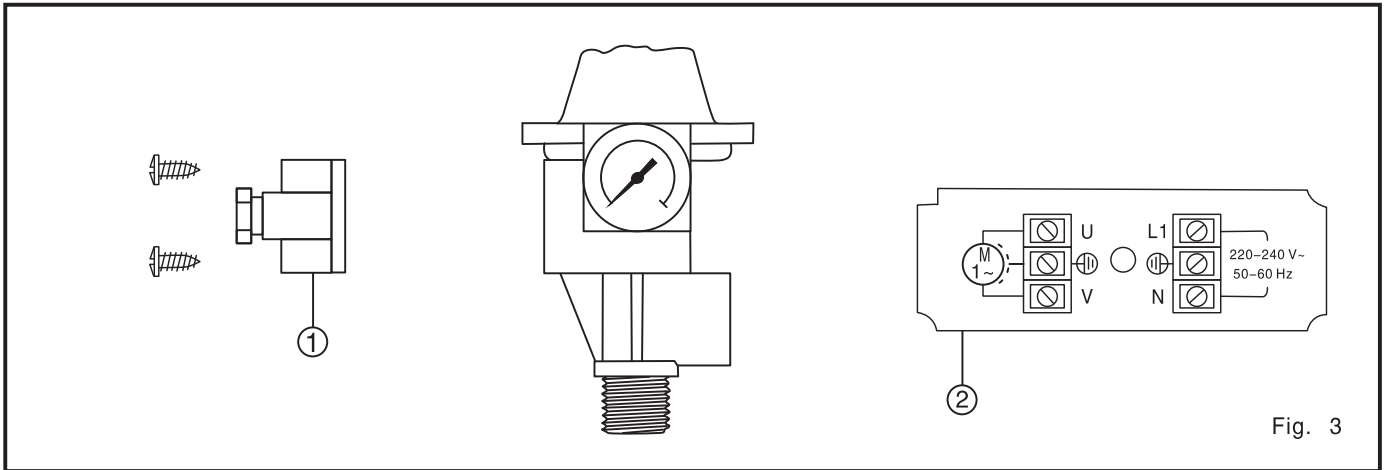

Fig. 3
## **BRANCHEMENTS ELECTRIQUES (Fig. 3)**
- ➔ Vérifier raccordements selon schéma Fig 3.